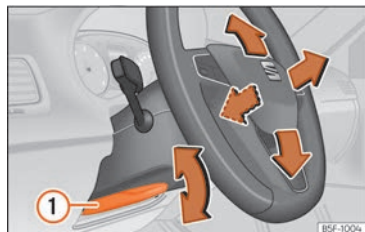

Fig. 21 Levier sur la partie inférieure latérale gauche de la colonne de direction.
- Régler la position du volant : tirez le levier » » fig. 21 ① jusqu'en bas, déplacez le volant sur la position désirée puis remontez le levier en position de verrouillage.